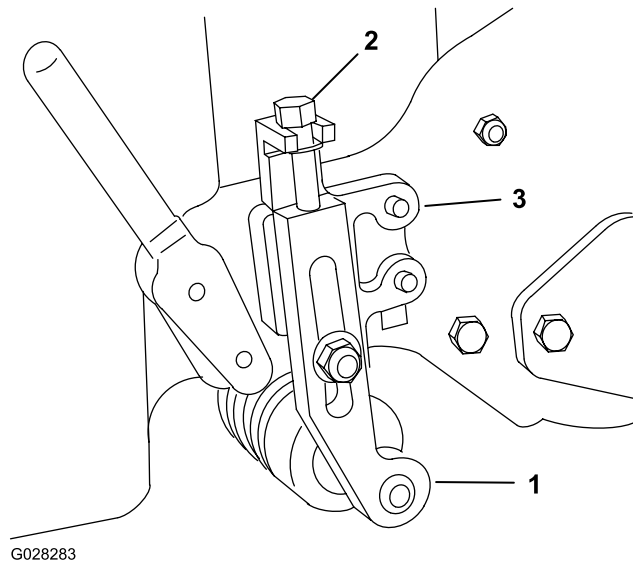

Рисунок 4
1. Снимите контргайки, которые крепят рычаги регулировки высоты скашивания к кронштейнам высоты скашивания (Рисунок 4).
3. Снимите регулировочный винт с рычага регулировки высоты скашивания (Рисунок 4).